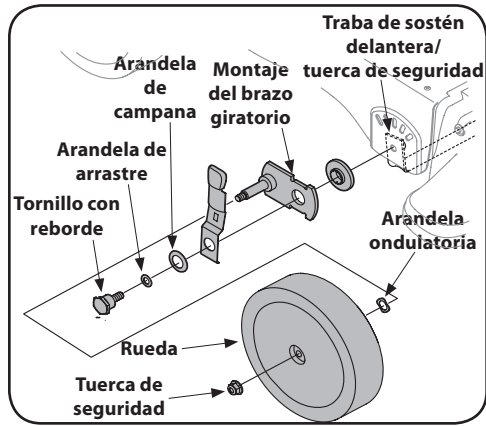

Figura 5-5
9. Saque las tuercas de seguridad de brida, las ruedas delanteras y las arandelas ondulatorias que van unidas a los montajes del brazo giratorio. Vea la Figura 5-5.